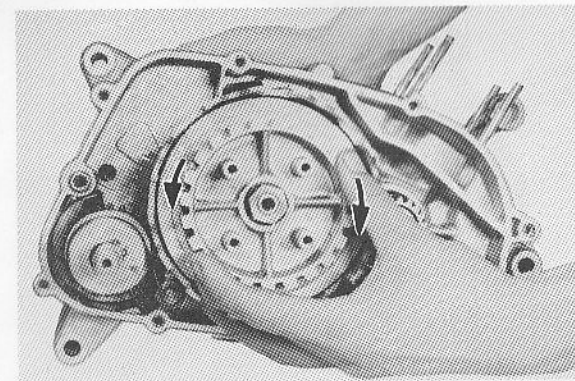

Fig. 3-4-18
- 3) After tightening the clutch securing nut (13), make sure the clutch boss (5) turns lightly. (Fig. 3-4-18)
- 3) Après avoir serré l'écrou de blocage de l'embrayage (13), s'assurer que le moyeu d'embrayage (5) tourne doucement. (Fig. 3-4-18)